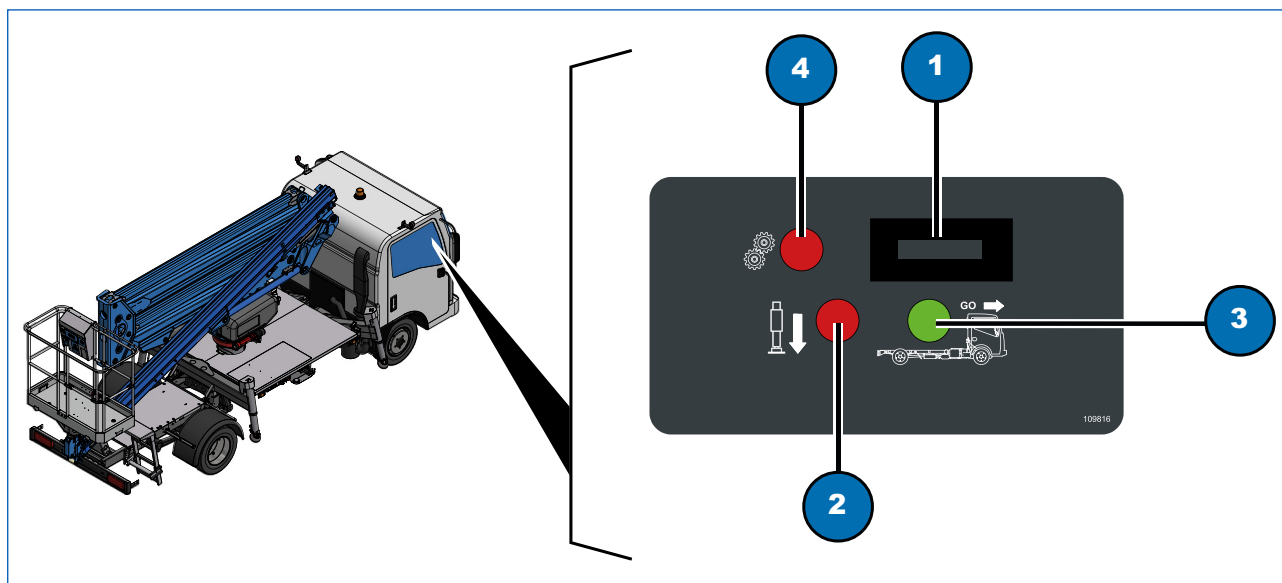

Fig. 4.3
- uno all'interno del pannello in cabina (Fig. 4.3);